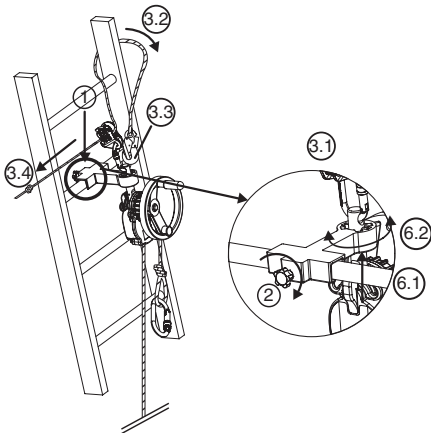

Fig. 7
6.3.3. derope™ UP K nedfyringsdon (Fig. 7)
- Placera det lilla stödfästet på stegpinne i det läge som krävs för genomförandet av räddningsoperationen ovanför personen att evakuera (Fig.7, 1).
- Dra åt lässtiftet som sitter på stödfästets baksida med hjälp av fastspänningsbulten (Fig.7, 2).
- Sätt fast justeringsenhetens LCM 05 anslutningsdon i hålet överst på förtöjningsbulten (Fig.7, 3,1).
- För säkringslinan runt den stegpinne som ligger omedelbart ovanför fästet, genom att föra den runt en av stegens stolpar (Fig.7, 3,2).
- Koppla ihop säkringslinans anslutningsdon med anslutningsdonet på justeringsanordningen LCM 05 (Fig.7, 3,3).
- Sträck säkringslinan genom att dra i den fria delen (Fig.7, 3,4).
6. Vänd derope™ nedfirkingsdonet efter behov genom att ändra förtöjningsbultens läge i indexeringsanordningen (Fig.7, 6,1 – 6,2).